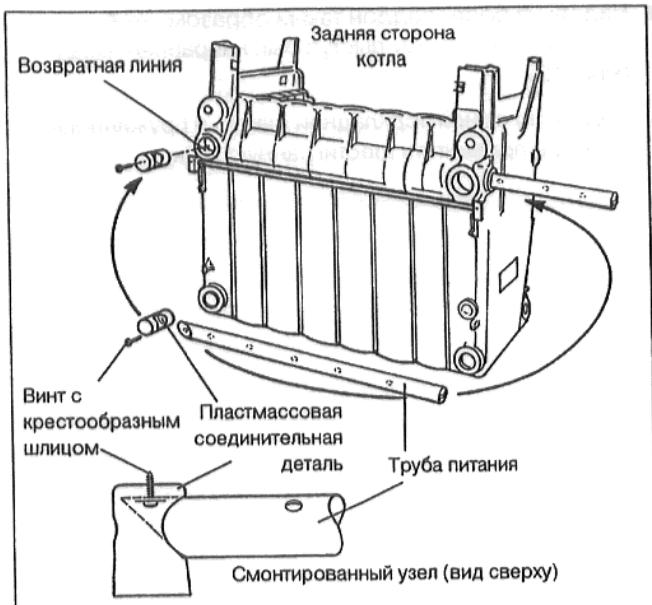
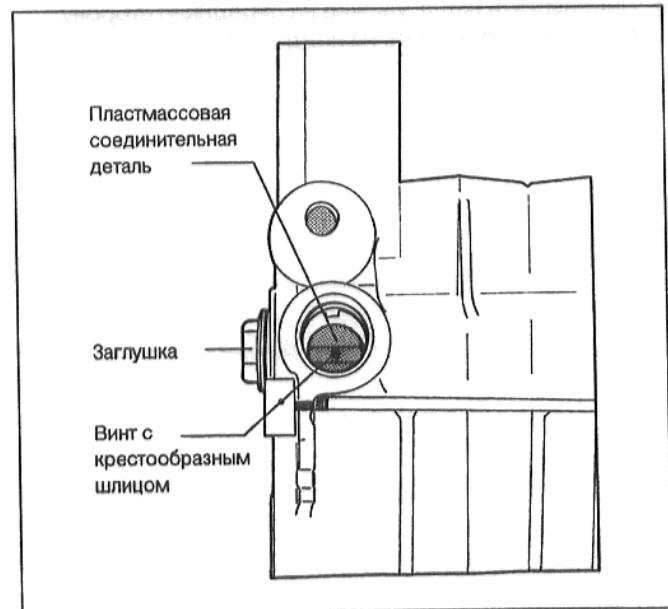

Рис. 9
Рис. 10
- Вставить в возвратную линию пластмассовую соединительную деталь (Рис. 9).
- Вдвинуть трубу питания в ступицу (Рис. 9).
- Завинтить винт с крестообразным шлицом (B 4,8 x 22) (Рис. 9 и Рис. 10).
- Ввинтить обратно в концевые секции четыре ранее снятые заглушки с новыми уплотнениями. (Рис. 10).